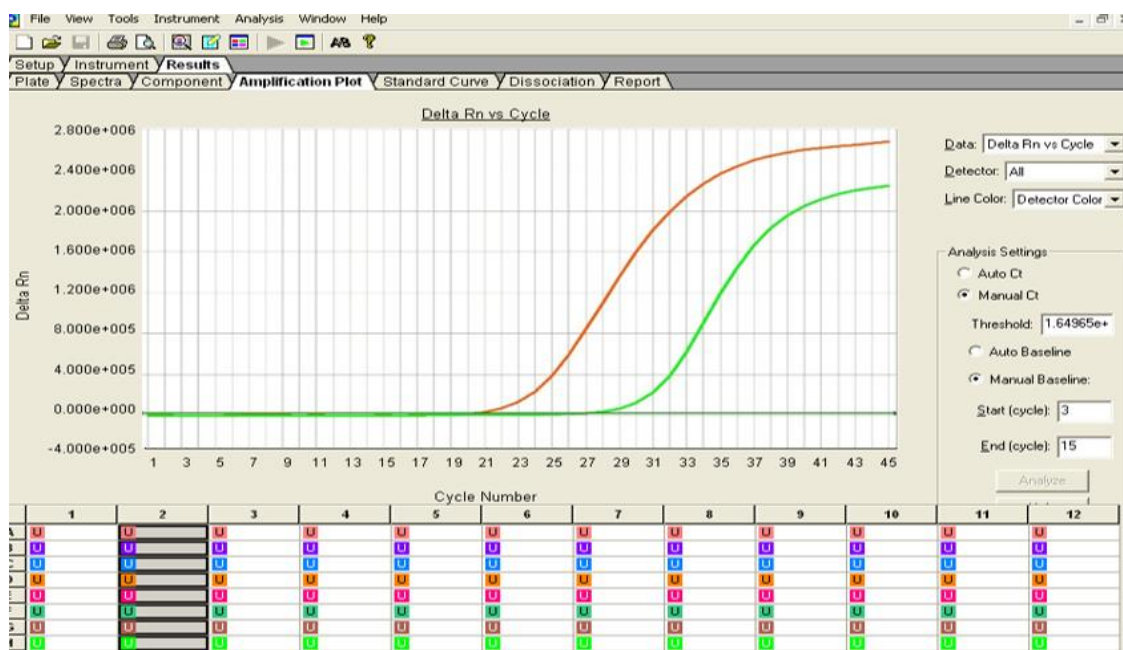

Figura 24.- Muestra positiva para Bocavirus.
n) **Bocavirus (HBoV):** Se reportará un resultado positivo al observar una sigmoide en los detectores con **Curva de amplificación "Anaranjado"**: Fluorocromo para la detección de Bocavirus. **Curva de amplificación "Verde Fluorescente"**: Fluorocromo para la detección de RP. (Figura 24).